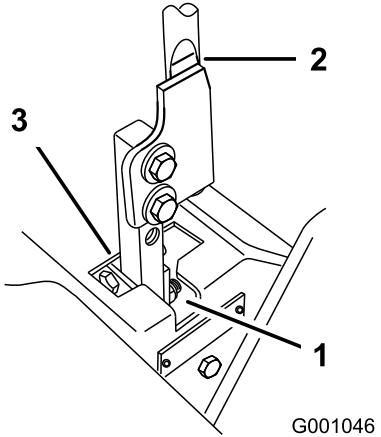

Figura 73
5. Desloque a alavanca para a posição de PONTO-MORTO, mas não bloqueada (Figura 73).
6. Puxe a alavanca para trás até que o pino de segurança (no braço por baixo do eixo da articulação) entre em contacto com a extremidade da ranhura (até começar a fazer pressão na mola) (Figura 73).
7. Verifique onde é que a alavanca de controlo está relativamente ao entalhe na consola (Figura 73). Deve estar centrada, permitindo que a alavanca articule para fora para a posição BLOQUEADA EM PONTO-MORTO.